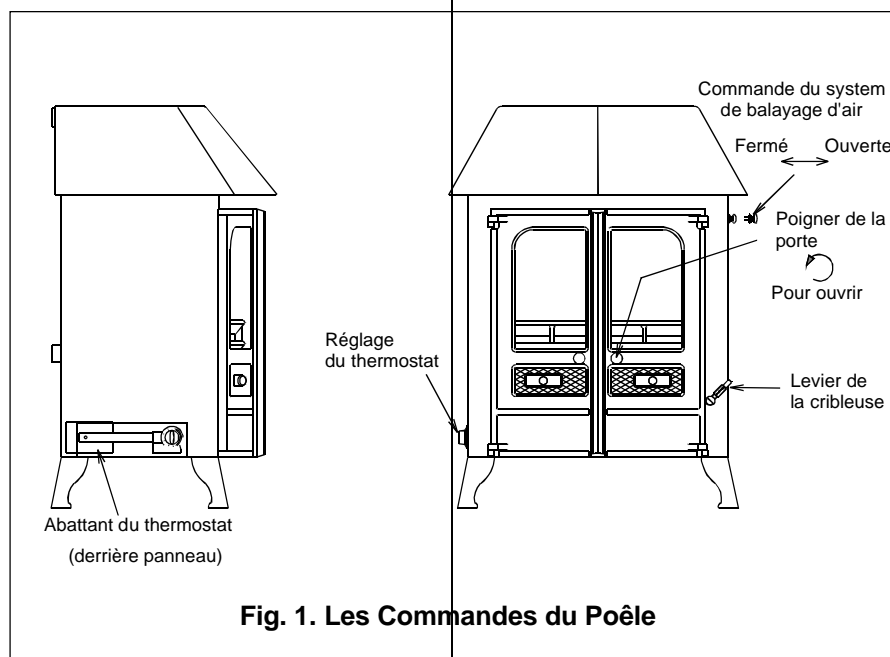

Fig. 1. Les Commandes du Poêle
Pour ouvrir et fermer les portes utilisez le système d'ouverture des portes et la manette de la pelle à cendres. Tournez la poignée dans le sens inverse des aiguilles d'une montre pour ouvrir et inversement pour fermer (voir Fig.1).
combustible sur une épaisseur d'environ 5cm. Tournez le bouton presseur au maximum, et ouvrez à fond les arrivées d'air (voir Fig.1). Allumez le papier ou les briquettes combustibles. Fermez les portes jusqu'à ce que le combustible ait bien pris; ensuite rechargez en combustible et ajustez l'arrivée d'air.
Le contrôle de la combustion et du rendement du poêle se fait à l'aide du bouton presseur latéral et des arrivées d'air (voir Fig.1).
- c) Le volet du thermostat soit fermé (en haut à gauche de l'appareil, voir Fig.1) et qu'il ne soit pas coincé par un morceau de cendre.